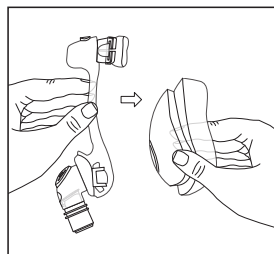

Abbildung 8
3. **Maskenpolster** - Festhalten und vom Maskenkörper wegziehen (Abbildung 8).